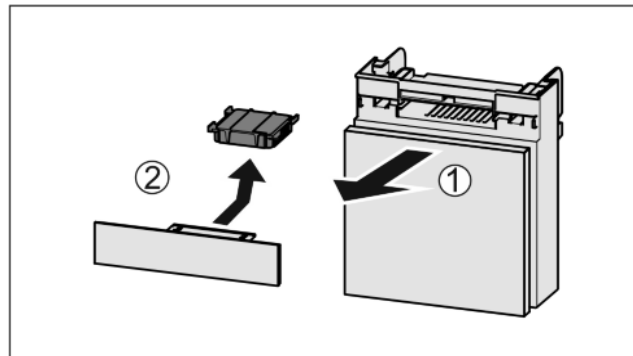

Fig. 44
- ▶ Extrageți Fig. 44 (1) compartimentul către înainte.
- ▶ Scoateți Fig. 44 (2) filtrul de cărbune activ.